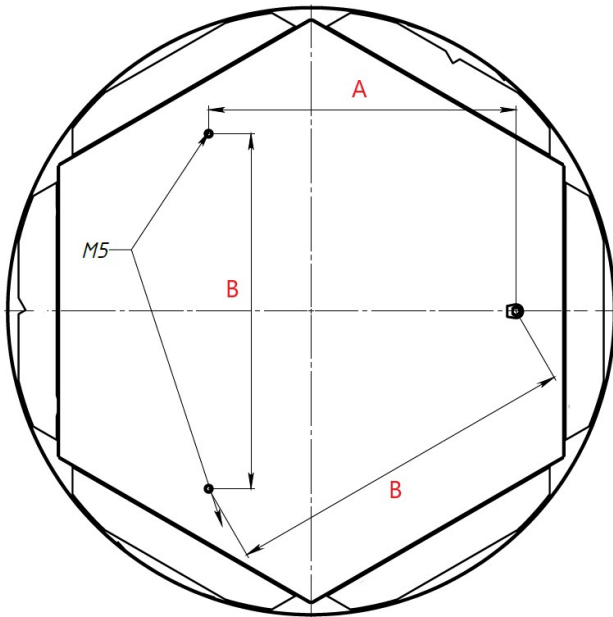

Рис.1
4. Схема расположения подвесов показана на рис.1.